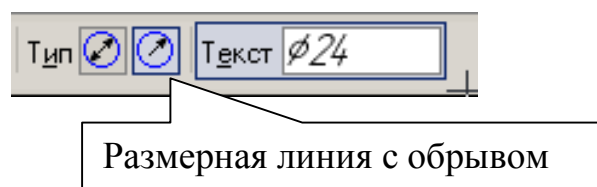

Рис. 12
- Для простановки диаметра Ø 24 с обрывом в ручном режиме установите курсор на окружности, щелкните левой кнопкой мыши, активизируйте кнопку **Размерная линия с обрывом**, рис. 12. Сделайте активными **Параметры – Размещение текста – Ручное** (рис. 9). Расположите размерсогласно рис. 1.